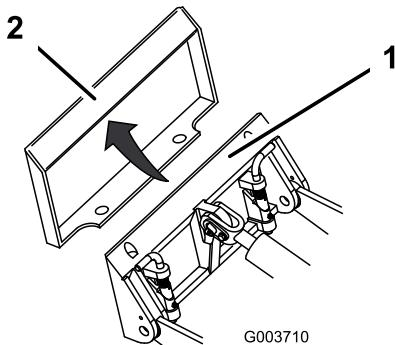

Рисунок 20
4. Ведите монтажную поверхность в верхний выступ установочной пластины навесного приспособления (Рисунок 20).